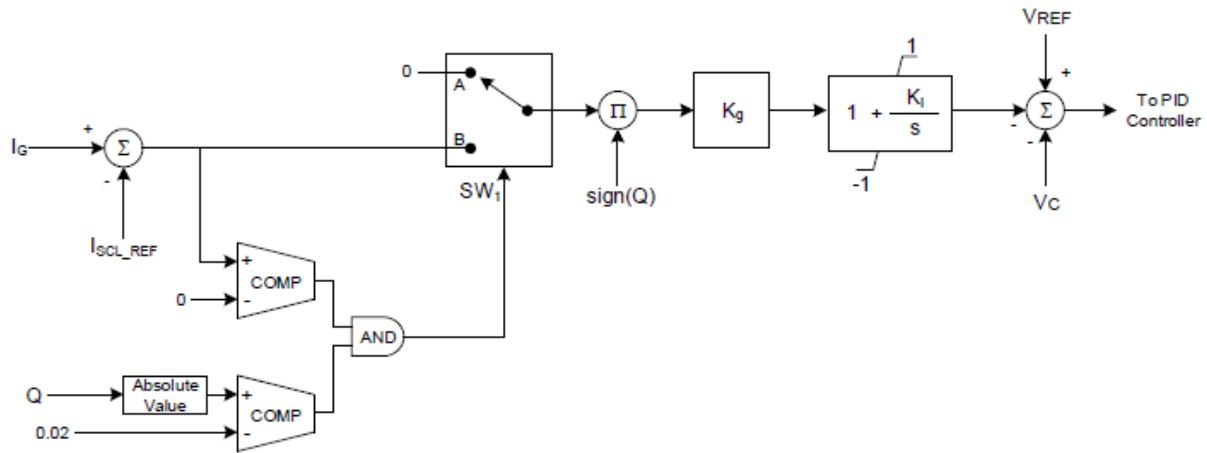

图34-13. 求和点型定子限流器的每个元框
定子限流器 (SCL) 根据同步电机是否吸收 (超前) 或发出 (滞后) 无功来修改励磁水平。图34-13示了定子限流器-的模型。SCL构成外环，PI型控制器构成内环。PI型控制器用于所需的响应。符号 (Q) 定修正 (+1) 表示过激励，(-1) 表示欠激励条件。